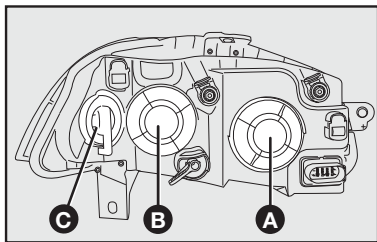

fig. 21
- 1) Girar a tampa **A**—**fig. 21** (para trocar a lâmpada do farol baixo) ou a tampa **B**—**fig. 21** (para trocar a lâmpada do farol alto) no sentido anti-horário e retirá-la:
- 6) Recolocar a tampa **A**—**fig. 21** ou **B**—**fig. 21**, girando-a no sentido horário.
- 2) Girar a tampa porta-lâmpada **C**—**fig. 21** no sentido horário e retirá-la.
- 4) Substituir a lâmpada e recolocar a tampa **C**—**fig. 21**, girando-a no sentido anti-horário.
- 1) Girar a tampa **B**—**fig. 21** no sentido anti-horário e retirá-la.
- 5) Recolocar a tampa **B**—**fig. 21**, girando-a no sentido horário.